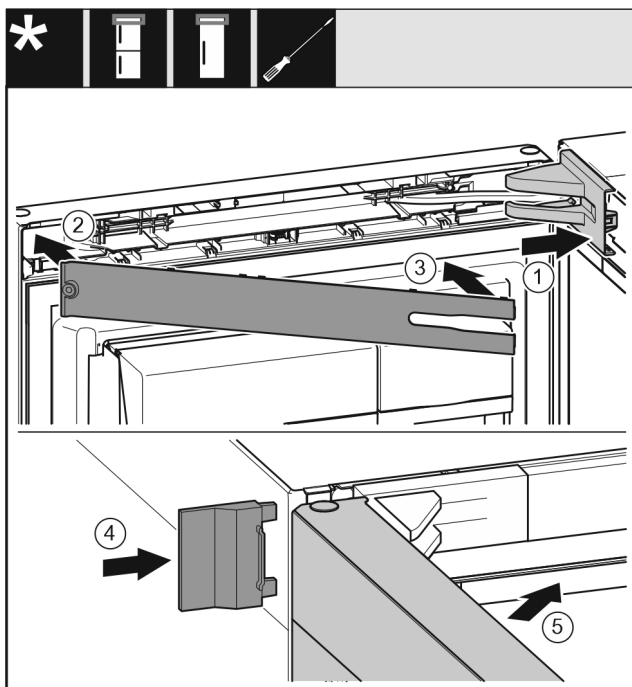

Fig. 22
- ▶ Coloque y encaje la cubierta del soporte de cojinete; dado el caso, separe con cuidado. Fig. 22 (1)
- ▶ Coloque el panel. Fig. 22 (2)
- ▶ Gire hacia dentro y encaje el panel. Fig. 22 (3)
- ▶ Desplace la cubierta exterior. Fig. 22 (4)
- ▶ Cierre la puerta superior. Fig. 22 (5)